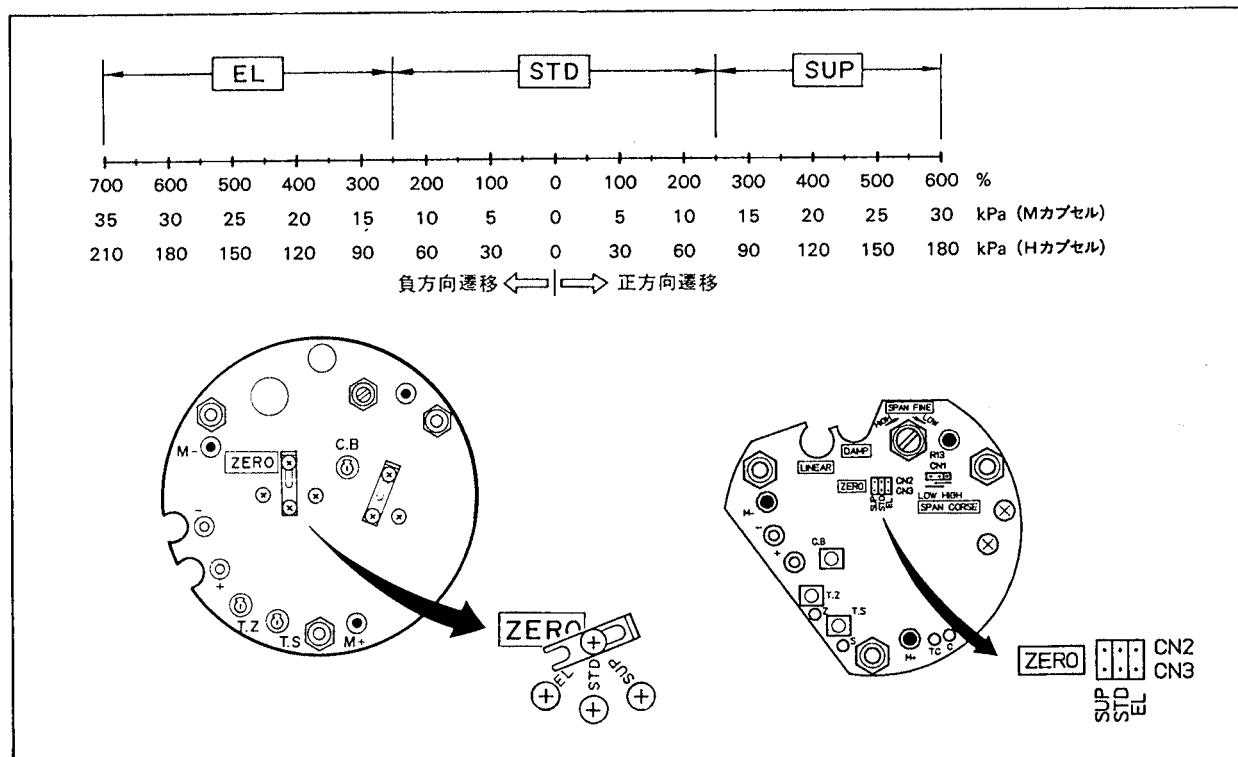

図6.7 遷移方向の変更
- (1) 電源を切ります。
- (2) 6.5.1項を参照して内蔵指示計を取りはずします。
- (3) 図6.7に示すゼロ点粗調整ジャンパ（またはピンコネクタ）を、遷移方向および遷移量に応じて次のいずれかの位置に切り替えます。ゼロ点の微調整はケース外部のゼロ調整ねじで行います。